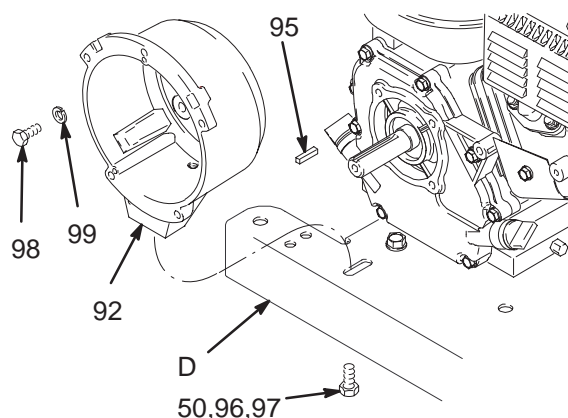

Fig. 12
1. Fig. 12. Retirer les quatre vis à tête (98) et leurs rondelles (99) qui maintiennent le carter d'embrayage (92) sur le moteur.
2. Enlever la vis à tête (96), la rondelle d'arrêt (50) et la rondelle (97) par le dessous de la plaque de support (D).
3. Retirer la clavette du moteur (95).
4. Extraire le carter d'embrayage (92).
1. Fig. 12. Pousser sur le carter d'embrayage (92).
2. Enlever la vis (96), la rondelle d'arrêt (50) et la rondelle (97) par le dessous de la plaque de support (D).
3. Mettre les 4 vis (98) et les rondelles d'arrêt (99) et fixer le carter d'embrayage (92) sur le moteur.